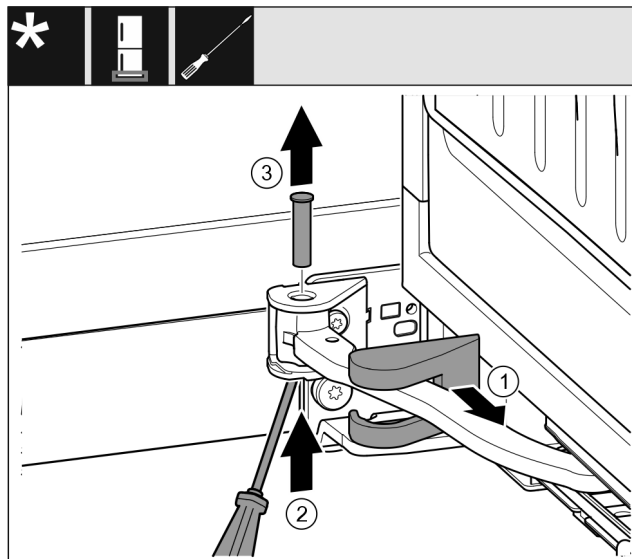

Fig. 15
- ▶ Stiahnite kryt ložiskovej konzoly a presuňte ho pozdĺž kĺbu. Fig. 15 (1)
- ▶ Čap zdola nadvihnite prstom alebo skrutkovačom. Fig. 15 (2)
- ▶ Skrutkovač zasuňte pod hlavu čapu a vytiahnite ho. Fig. 15 (3)